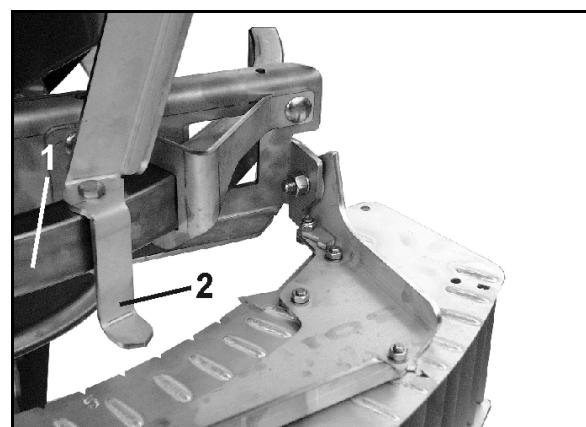

図 59
- 表示器(図 59/2)が散布表()による設定値を指すまで、境界散布デフレクターをガイドブラケット(図 59/1)上でずらします。